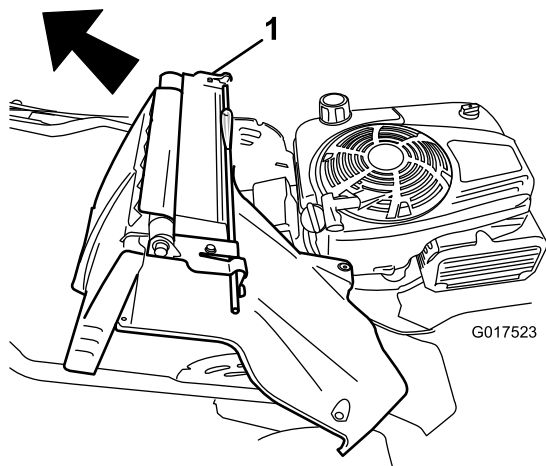

Figure 36
- Déposez l'ensemble volet arrière et levier de verrouillage du guidon (Figure 36).